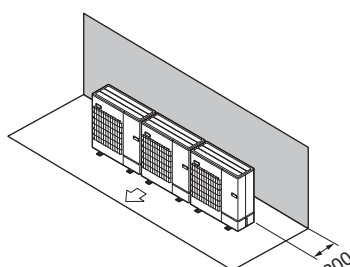

Fig. 2-13
- ① Окружающие предметы - только сзади (Fig. 2-13)